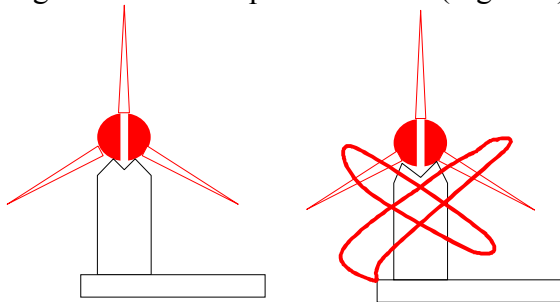

Figure 8: Vue arrière du repose-flèche utilisé couramment sur les arcs à poulie avec décocheur.
Décocheur (PD): Il faut s'assurer que le porte flèche soit assez étroit pour permettre un passage aisé des deux plumes basses (Figure 8).
- Ajuster la largeur du repose flèche de manière à ce qu'il ne touche pas l'empennage (Figure 8, page 3)